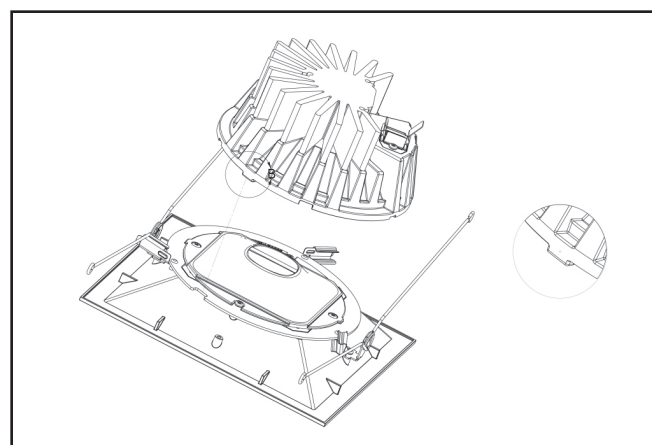

Figure 4
4. Insérez le moteur lumineux à DEL sur l'assemblage de la garniture. Alignez la languette sur le moteur lumineux à DEL sur l'assemblage de la garniture (Figure 4).